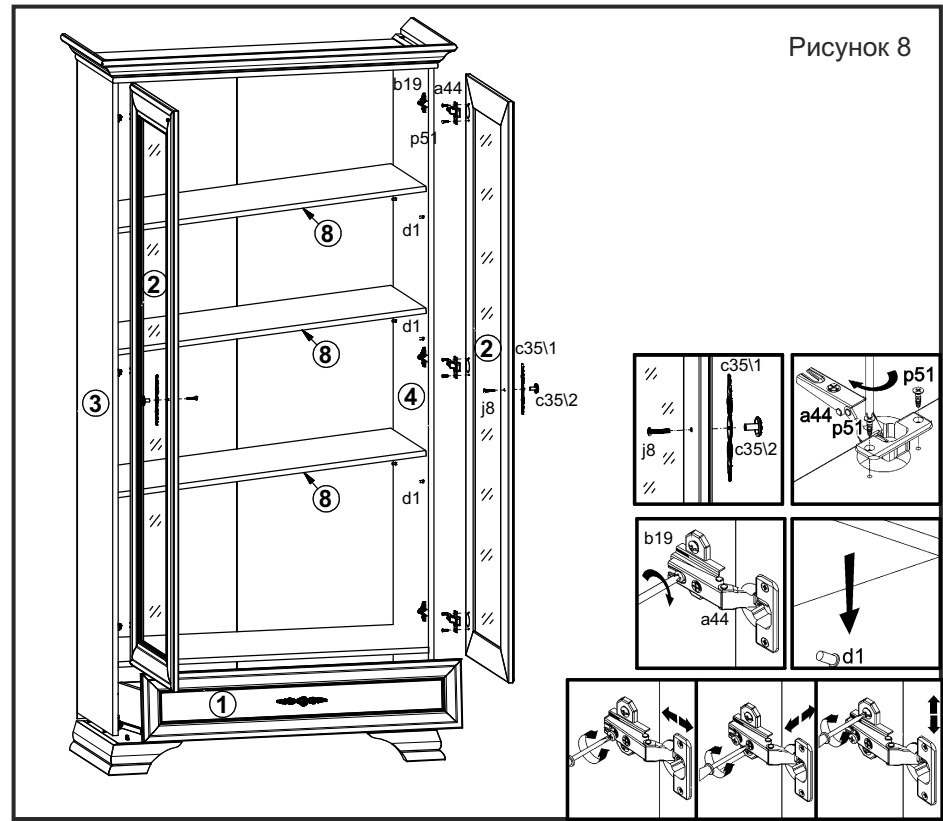

Рисунок 8
25. Положить двери со стеклом **2** фасадной поверхностью вниз на ровную поверхность и закрепить на них петли шарнирные **a44** шурупами **p51** (см. рис.8).
26. Навесить двери со стеклом **2** на корпус шкафа, совместив петли шарнирные **a44** с ответными планками петель **b19**. При необходимости отрегулировать положение дверей, вращая регулировочные винты (см. рис.8).
28. Установить полки переставные **8** на полкодержатели **d1**, ящик выдвигной на направляющие **w45\CR, w45\CL** (см.рис.8).